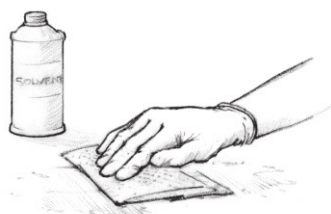

Figure 6 Nettoyez la surface. Utilisez un solvant, si nécessaire, pour enlever tout ce qui est contaminé.
1. **Propre** — Les surfaces de collage ne doivent pas avoir des contaminants comme la graisse, huile, cire ou moisissure. Nettoyez les surface contaminées avec un diluant pour laque, acétone ou autre solvant approprié (Figure 6). Essuyez la surface avec du papier absorbant avant que le solvant ne sèche. Nettoyez les surfaces avant de poncer pour ne pas poncer le contaminant dans la surface. Suivez toutes les précautions de sécurité quand il s'agit de travailler avec des solvants.